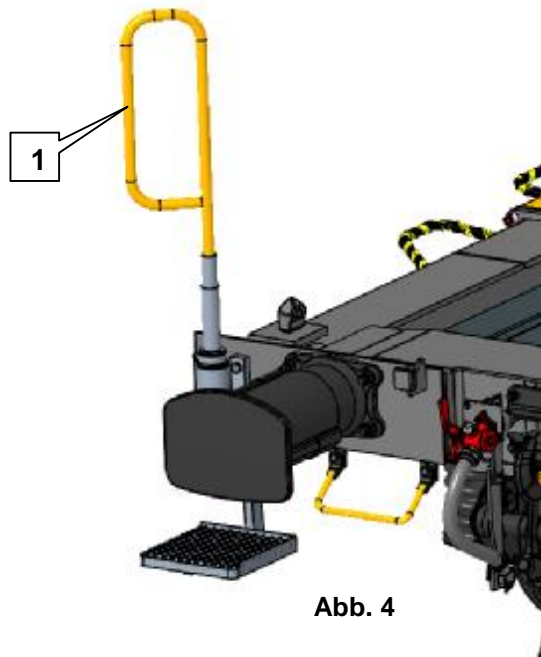

Abb. 4
**Vor jeder Be- und Entladung ist es erforderlich, den Klappgriff (1) über dem linken Endtritt zuzuklappen (Abb. 4).**
**Nach der Beladung muss der Klappgriff (1) in die senkrechte Stellung aufgerichtet werden (Abb. 4).** In dieser Stellung kann der Handgriff im höchsten Punkt einer Krafteinwirkung von max. 800 N standhalten.